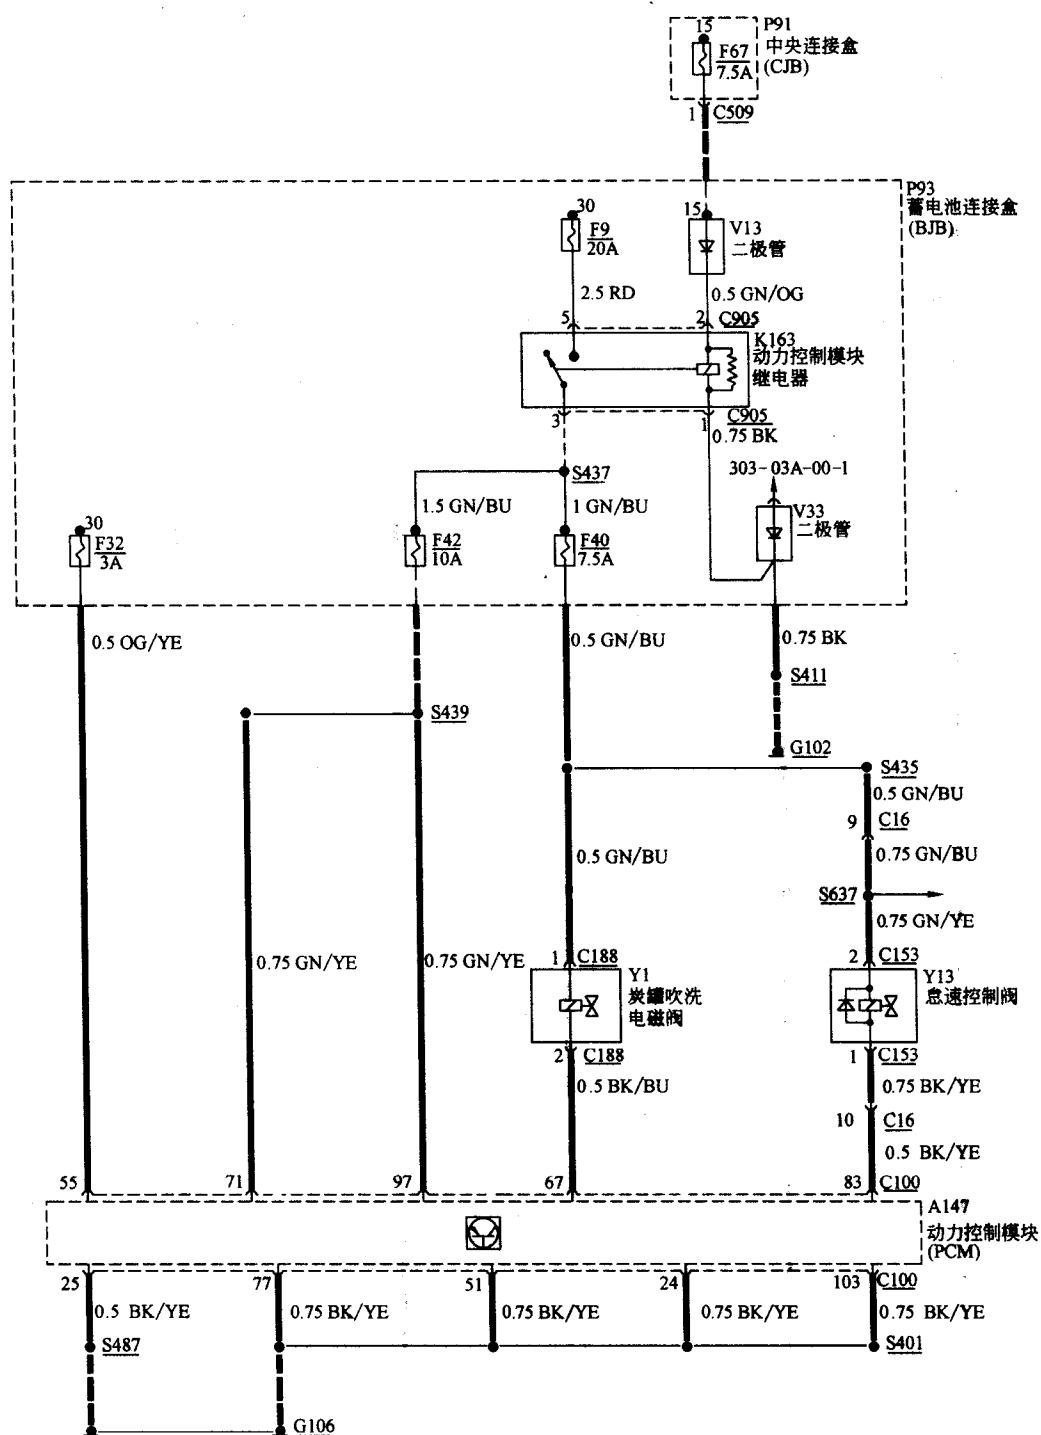

图 1-6 急速控制阀和炭罐吹洗电磁阀的控制电路
(6) 怠速控制阀和炭罐吹洗电磁阀的控制电路如图 1-6 所示。